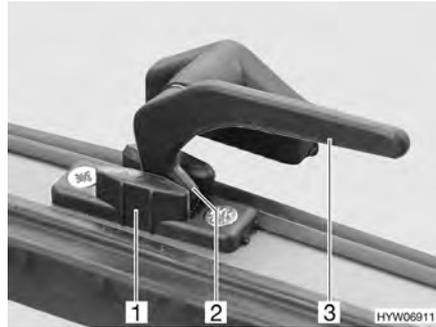

Fig. 80 Levier de verrouillage en position "Aération permanente"
- En position "Aération permanente" (Fig. 80)
- Tourner tous les leviers de verrouillage (Fig. 80,3) d'un quart de tour vers le centre du lanterneau.
- Remettre tous les leviers de verrouillage en position initiale. Le tenon de verrouillage (Fig. 80,2) doit pénétrer alors dans le logement prévu à cet effet dans le verrouillage du lanterneau (Fig. 80,1).